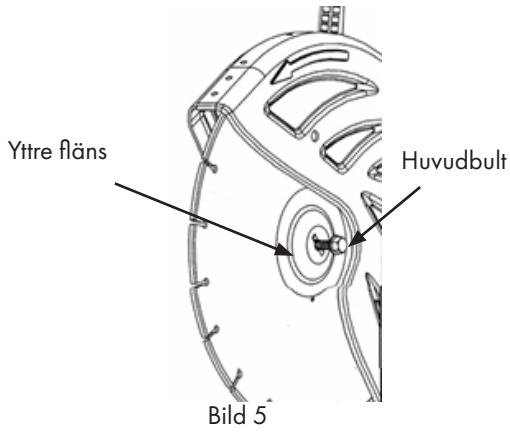

Bild 5
- Vrid tomgångsskruven om det behövs. Se bild 5 på sidan 17.